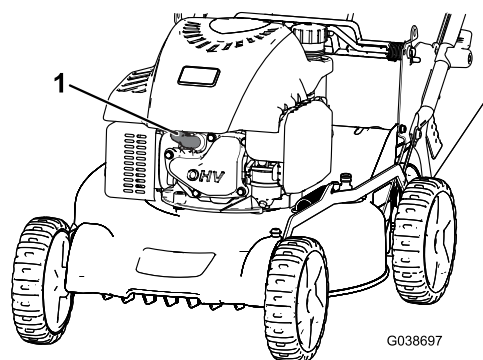

Figure 26
2. Débranchez le fil de la bougie (Figure 26) avant de procéder à un quelconque entretien.
2. Débranchez le fil de la bougie (Figure 26).